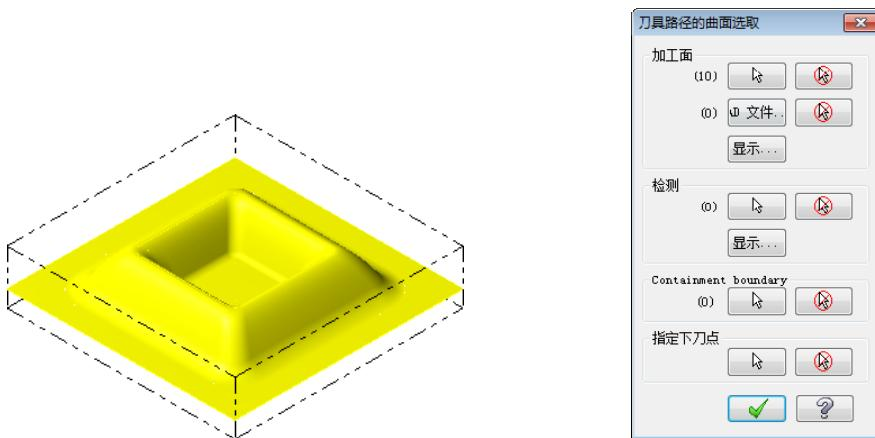

图 10-148 选取加工曲面
- 03 根据系统提示框选所有的曲面并按回车键，如图 10-148 所示。最后在弹出的“刀